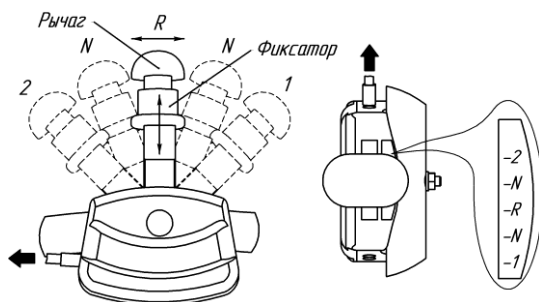

Рис.5 Рычаг переключения передач мотоблока
Переключение передач производится перемещением рычага на руле (рис.5): две передачи вперед (1 и 2), одна – задний ход (R), промежуточное положение – нейтральное (N).
Для переключения передачи отпустите рукоятку сцепления, выжмите фиксатор, потянув его вверх и не отпуская его, переведите рычаг переключения передач в необходимое положение, соответствующее выбранной передаче, а затем отпустите фиксатор и убедитесь, что рычаг зафиксировался в данном положении (рис.5). Механизм переключателя передач имеет оригинальную конструкцию, которая включит выбранную передачу под воздействием пружинного "доводчика" после включения сцепления. При необходимости механизм переключения передач можно отрегулировать по методике, описанной в разделе 19.